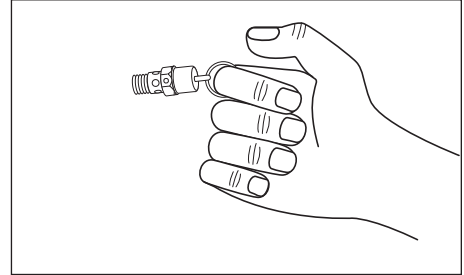

Figure 3 - Valve de sécurité ASME
2. Porter des lunettes de sécurité, tirer l'anneau sur la soupape de sûreté (voir les Figure 3) pour dégager la pression du réservoir du compresseur. Utiliser l'autre main pour éloigner l'air se déplaçant rapidement du visage.